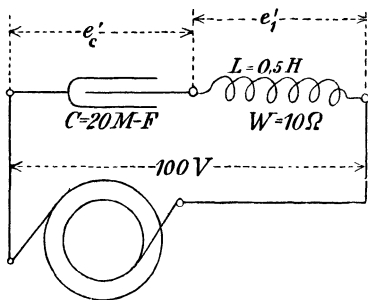

Fig. 104.
267. Ein Kondensator von 20 [40] (16) MF und eine Spule von 0,5 [0,4] (0,3) Henry bei 10 [8] (2) Ω Widerstand werden hintereinander geschaltet und an eine Klemmenspannung von 100 [120] (240) V und 50 [60] (180) Perioden angeschlossen (Fig. 104). Gesucht wird: